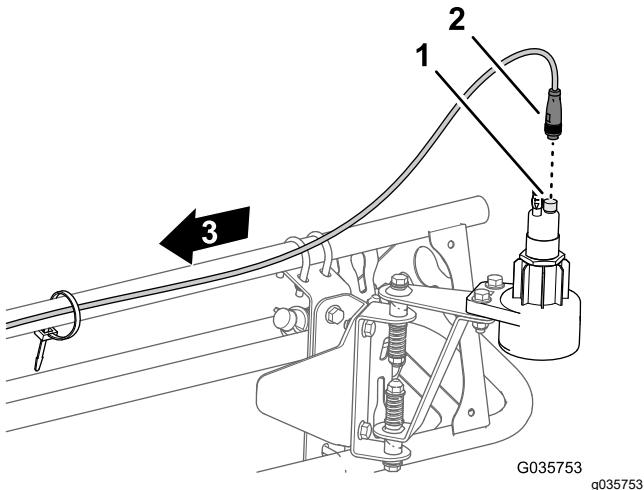

Bild 22
1. Stecken Sie den runden 4-Buchsen-Stecker des Kabelbaums für den Sensor in den 4-Stift-Stecker am Sensor (Bild 22).